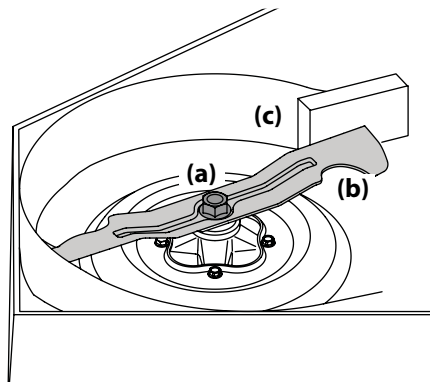

Figura 4-19
2. Use una llave de 15/16" para sostener la tuerca hexagonal en la parte superior del conjunto del husillo cuando afloje la tuerca hexagonal (a) que fija la cuchilla (b). Se puede colocar un bloque de madera (c) entre el alojamiento de la plataforma y el borde de corte de la cuchilla (b) para ayudar a aflojar la tuerca hexagonal (a) que fija la cuchilla. Consulte Figura 4-19.